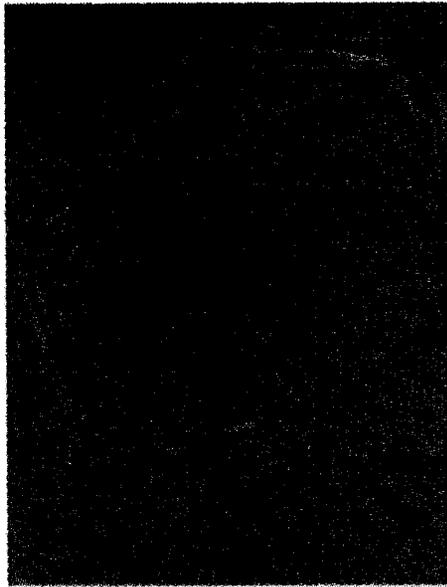

Figura 2. Saltado producido por la presencia de sustancias grasientas
- Contaminación del soporte por sustancias grasas, polvo o arena, impidiendo la fijación del esmalte (figura 2).